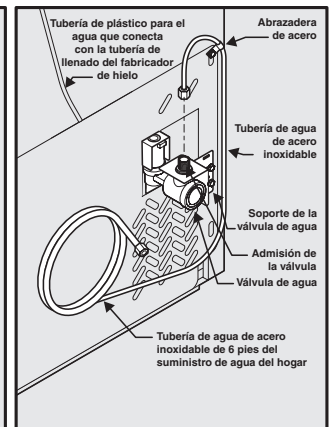

Figura 2
5. **Si utiliza tuberías de acero inoxidable**, la tuerca y la fécula ya están colocadas en la tubería. Deslice la tuerca de compresión sobre la admisión de la válvula y apriétela a mano. Apriete media vuelta adicional con una llave. NO apriete demasiado. Vea la figura 2.